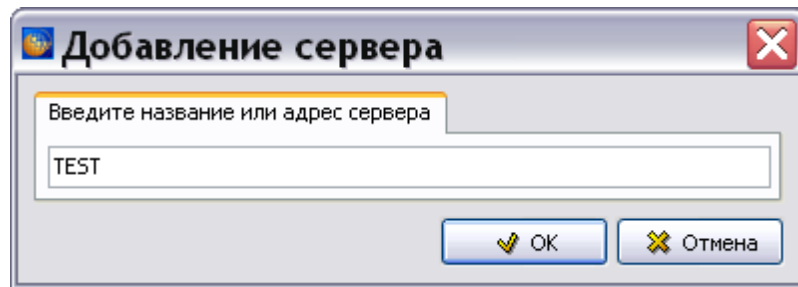

Рисунок 8
2) В окне **Добавление сервера** введите название сервера (рисунок 8).